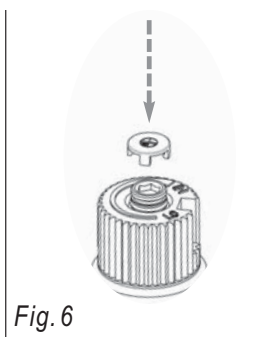

Fig. 6
- 17) Re-assemble the black protection cap (Fig. 6).